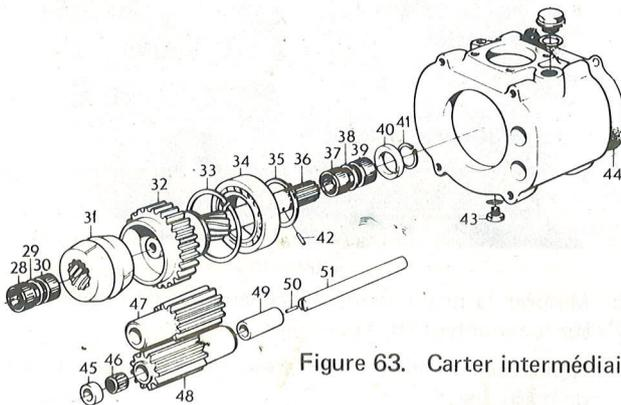

Figure 63. Carter intermédiaire
1. Enfoncez les goupilles de positionnement (50, figure 63) dans le carter avant, jusqu'à ce qu'elles dépassent le plan de contact des carters d'environ 2 mm.
Réassemblage du carter avant et du carter intermédiaire (figures 63 et 64)
5. Revisser en place le bouchon de vidange d'huile (43, figure 63).